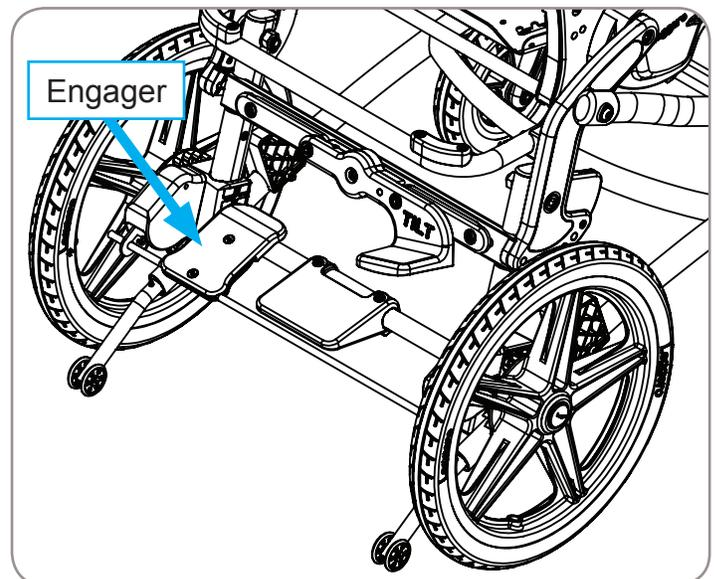

Figure 4
1. Pour engager le blocage des roues, appuyez sur la pédale rouge. Consultez la figure 4.